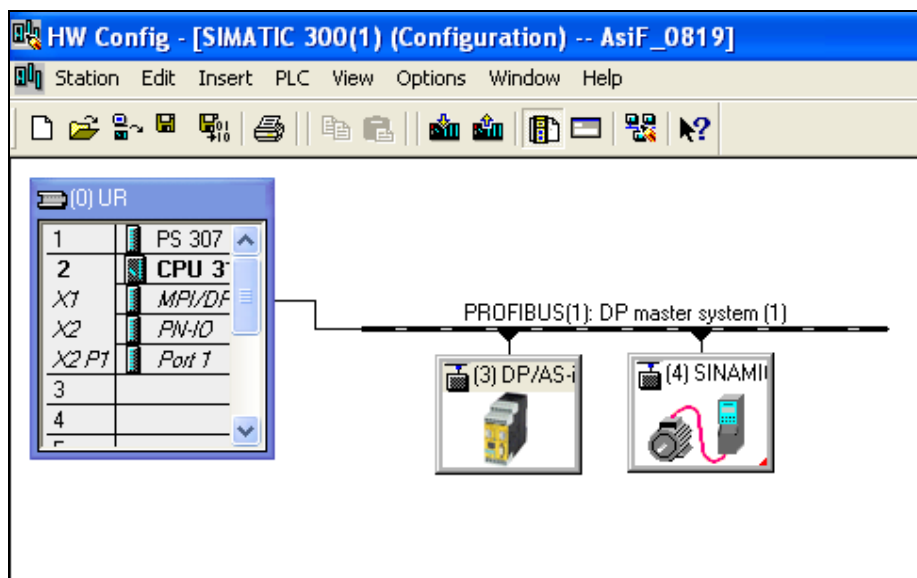

图 18 新建 S7 300 站
(1) 新建一个 S7 300 站，添加 CPU 317F-2 PN/DP 做为 F 主机，新建 Profibus 网络，在网络中添加 DP/ASI F LINK 以及 SINAMICS CU240DP F 做为从站，站号分别为 3 和 4 (图 18)。